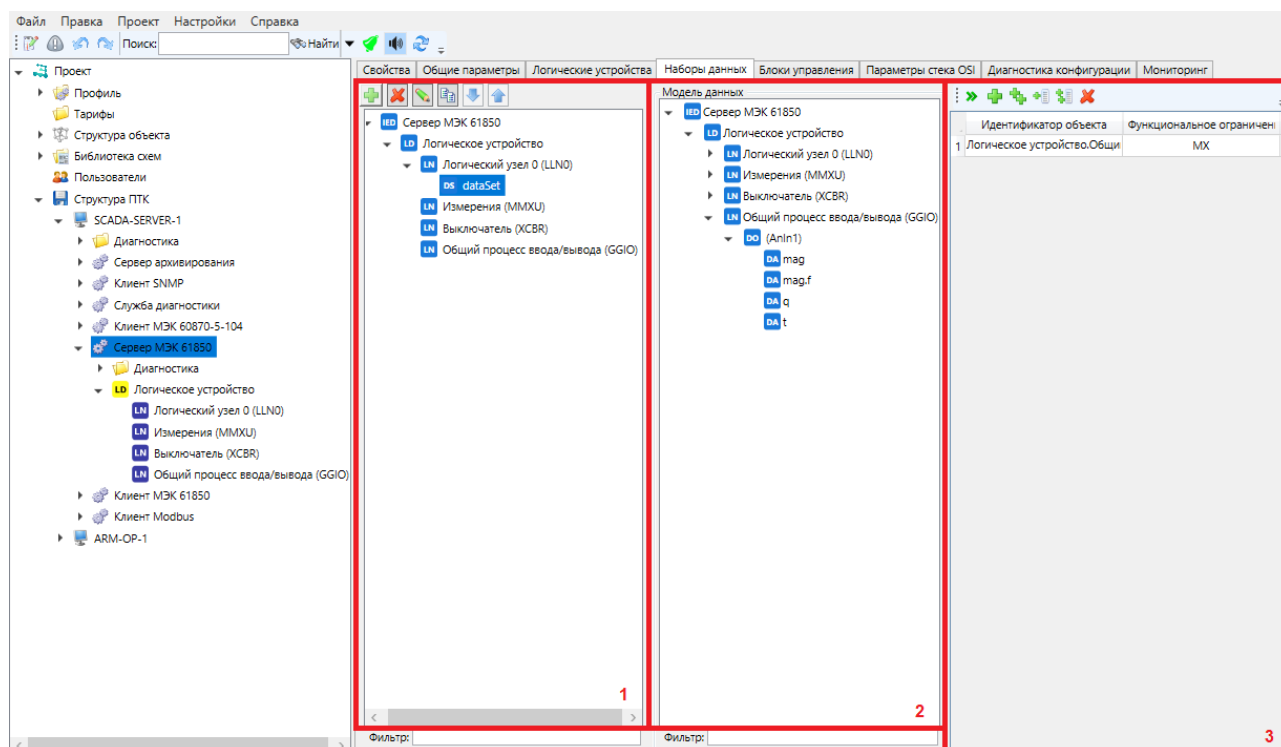

Рисунок 217 – Раздел **Наборы данных** сервера МЭК 61850
Раздел **Наборы данных** (рисунок 217) позволяет создавать наборы сигналов, используемые при передаче данных через механизм отчетов или GOOSE-сообщений.
Для создания нового набора данных необходимо выбрать логический узел в структуре (рисунок 217, поз. 1), добавить в него новый набор данных и задать ему название. Заполнение набора данных сигналом происходит посредством выбора необходимых сигналов из модели данных (рисунок 217, поз. 2) и добавлением их в список (рисунок 217, поз. 3). В набор данных допускается добавление как объектов данных (DO), так и отдельных атрибутов (DA).